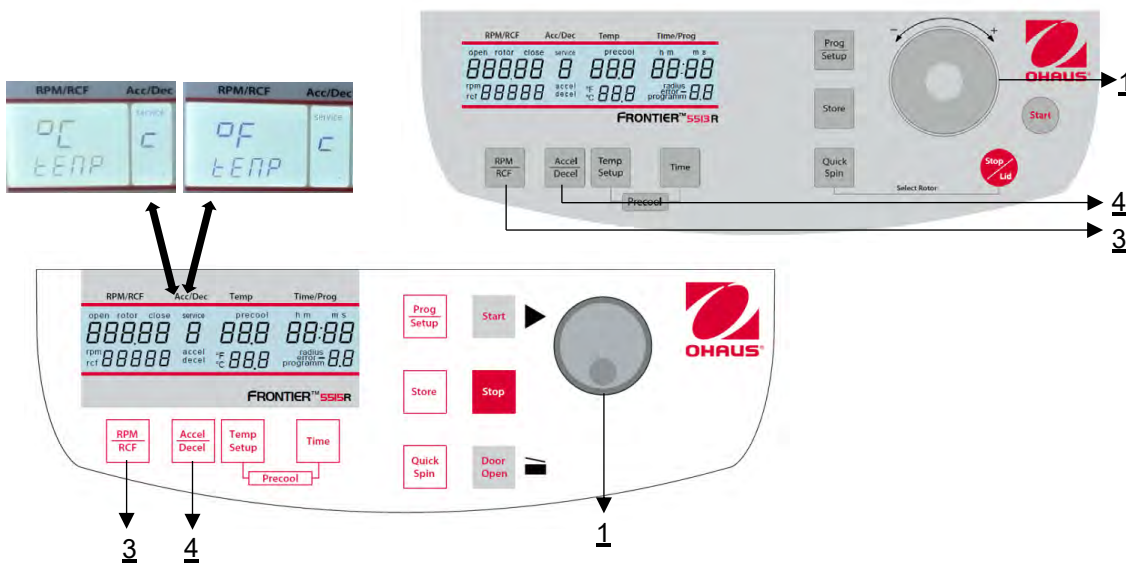

Figure 27
Procéder comme décrit au point 4.1.1 pour entrer dans ce mode de programmation et appuyer ensuite sur la touche **"Accel/Decel"** (4). Sur l'écran **"Acc/Déc"** (A-2), le mot **"Service"** (M12) clignote. Sélectionnez maintenant la lettre **"C"** à l'aide du bouton de réglage / de la roue tactile (1). Les mots "CELSI/temp" apparaissent alors dans l'affichage **"RPM | RCF"** (A-1). Si vous appuyez sur la touche **"RPM | RCF"** (3), le mot **"°C"** clignote et vous pouvez changer l'affichage en Fahrenheit **"°F"** à l'aide du bouton de réglage / roue tactile (1) (voir Figure 27).